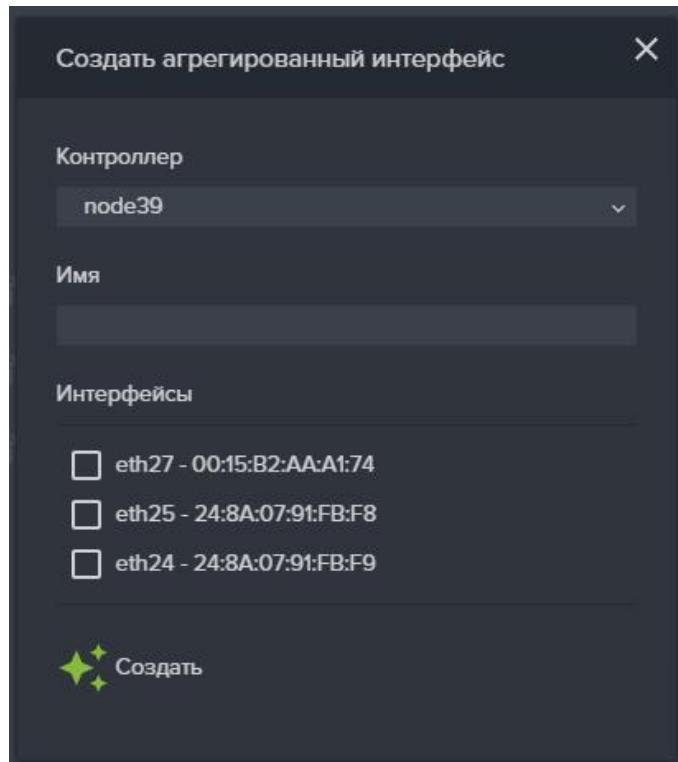

Рисунок 21 – Создание агрегированного интерфейса
1. Перейдите на вкладку меню «Настройки» → «Сетевые интерфейсы» (см. Рисунок 21).